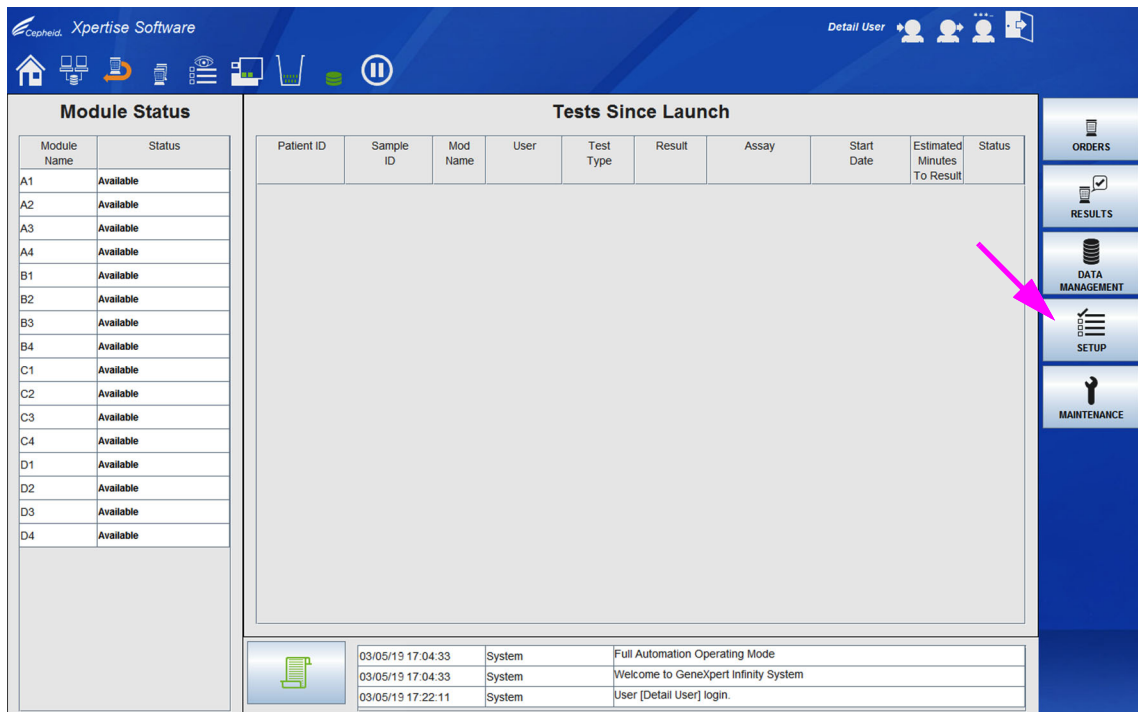
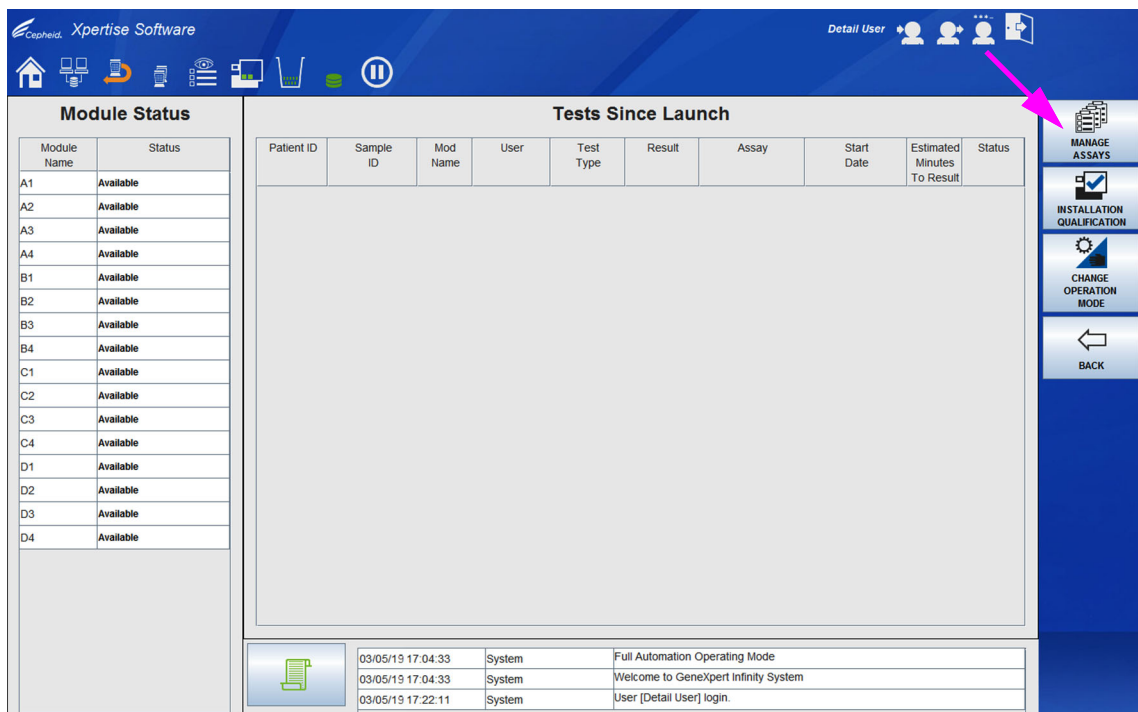
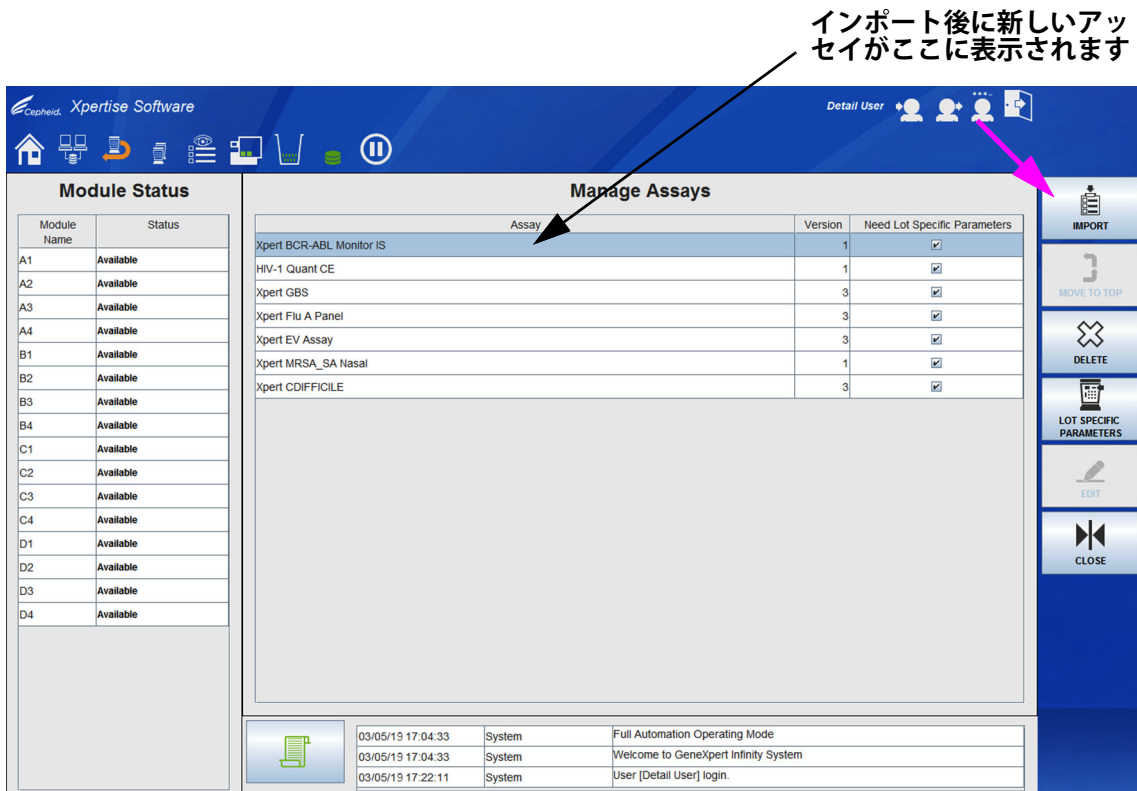

図 2-54. Xpert Software ホームワークスペース
図 2-55. セットアップメニュー
図 2-56. Xpertise アッセイを管理ワークスペース
1. Xpertise Software ホームワークスペースで、**セットアップ (SETUP)** ボタンを選択します。図 2-54 を参照。セットアップ (Setup) メニューが表示されます。図 2-55 を参照。
2. **アッセイの管理 (MANAGE ASSAYS)** ボタンを選択します (図 2-55 を参照)。アッセイの管理 (Manage Assays) ワークスペースが表示され、以前にインポートされた全てのアッセイのリストが表示されます。図 2-56 を参照。
これが初回システムインストールである場合、図 2-56 に示されているアッセイの管理 (Manage Assays) ワークスペースにはアッセイが表示されません。
3. **インポート (IMPORT)** ボタンを選択します (図 2-56 を参照)。アッセイのインポート (Import Assay) ワークスペースが表示されます。図 2-57 を参照。
アッセイの管理 (Manage Assays) ワークスペースのアッセイリストに新しいアッセイ名とバージョン番号が表示されます。図 2-56 を参照。アッセイ名とバージョン番号を確かめて、正しいアッセイの定義をインポートしたことを確認します。